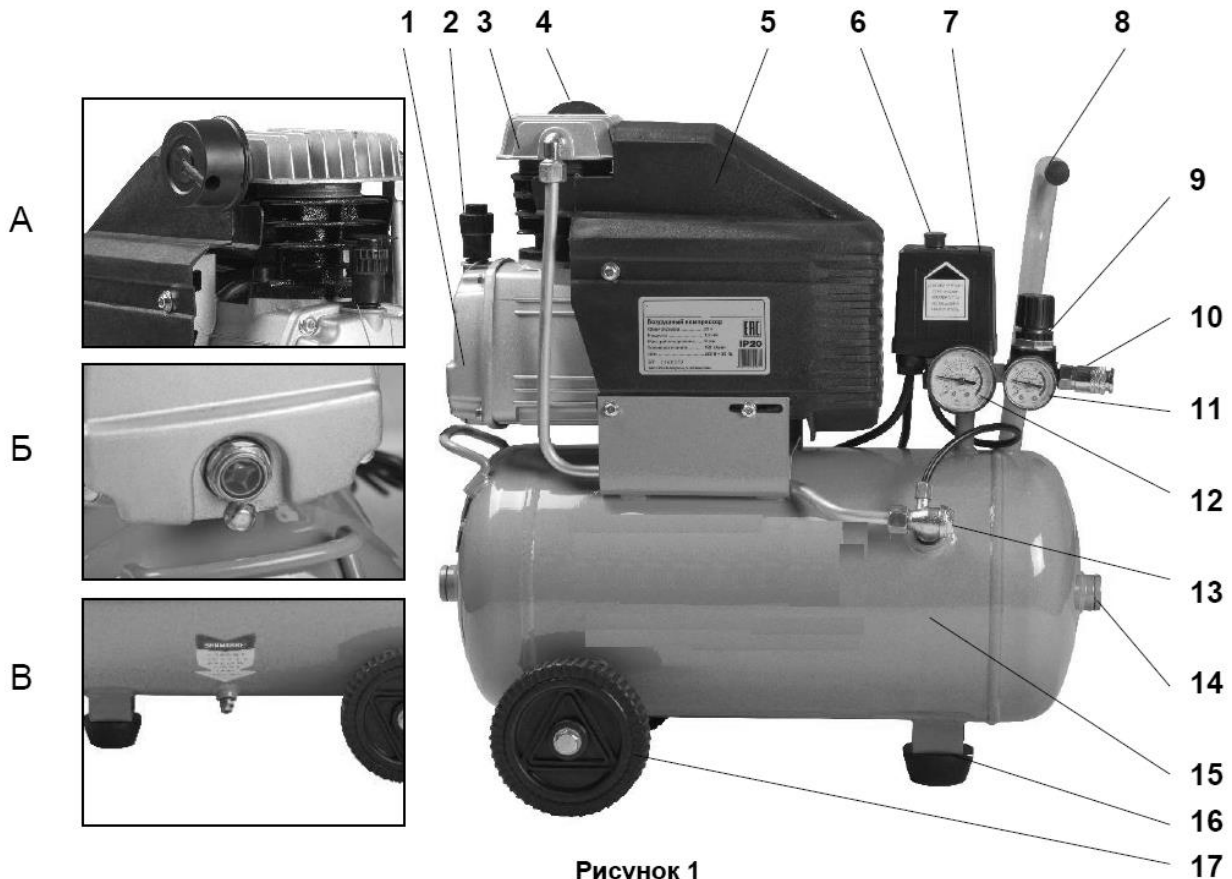

Рисунок 1
Проверьте уровень масла. Он должен быть на уровне "красной точки" контрольного глазка (см. рисунок 1 Б) или чуть выше него. При необходимости долейте масла, отвинтив сапун 2 (см. рисунок 1) на крышке картера. Помните, что после первых 30 часов работы следует полностью заменить масло одним из типов, в указанных в таблице (п. 5.4).
Убедитесь, что на компрессоре установлено защитное ограждение 5, и переключатель 6 находится в выключенном положении (см. рис.1).
После завершения вышеперечисленных операций компрессор готов к эксплуатации. Проверьте, чтобы переключатель 6 (см. рисунок 1) находился в положении «OFF».
При первом запуске компрессора, оставьте его поработать на время приблизительно 5 минут с полностью открытыми кранами выпуска воздуха. По истечении этого времени, закройте кран и проверьте, чтобы компрессор нагнетал воздух в ресивер 15 (рисунок 1) и останавливался автоматически по достижении максимального давления, указанного на компрессоре, а также на индикаторе манометра.
После первых 5 часов работы компрессора проверьте и при необходимости подтяните винты головок цилиндров компрессорной группы 3 (см. рис. 1). В результате теплового расширения металла цилиндров компрессора затяжка винтов может быть ослаблена. Для предотвращения срыва витков резьбы в цилиндрах компрессора, при затягивании винтов не прилагайте чрезмерного усилия.
ВНИМАНИЕ! Реле давления (прессостат) 7 (рис. 1) отрегулировано изготовителем, и не должно подвергаться регулировкам со стороны пользователя.
При помощи регулятора давления 9 (рисунок 1), установите требуемое значение: при повороте ручки по часовой стрелке давление увеличивается, при повороте против часовой стрелки – уменьшается.
Значение давления указано на манометр 11 (рисунок 1).
Для быстрого и полного слива масла из картера 1 (см. рисунок 1), смену масла проводите пока компрессор не остыл.
- Отвинтите сливную пробку (см. рисунок 1 Б) и слейте масло в емкость.
ПОМНИТЕ! Если в ресивере 15 сжатый воздух находится под большим давлением, то при открытии клапана (поз. 1В, см. рис.1) произойдет выброс конденсата со значительной силой;